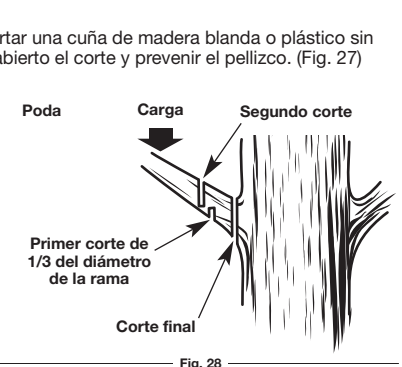

Fig. 28
- Podar es el proceso de recortar las ramas de un árbol con vida (Fig. 28).